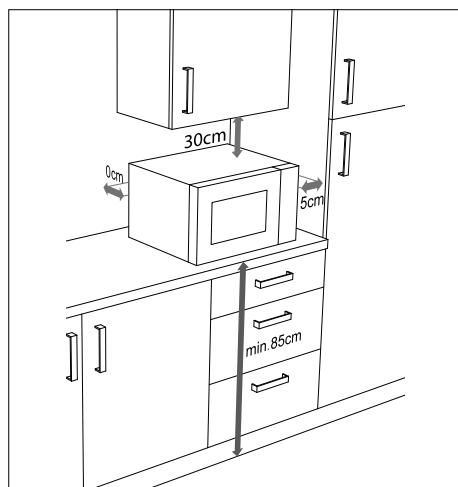

Fig. 3 – Distance entre les appareils
- ▶ Les distances illustrées dans la « Fig. 3 – Distance entre les appareils » doivent être respectées pour une ventilation suffisante. L'espaceur au dos de l'appareil doit toucher le mur. Il garantit la bonne distance lors de l'installation du four à micro-ondes.